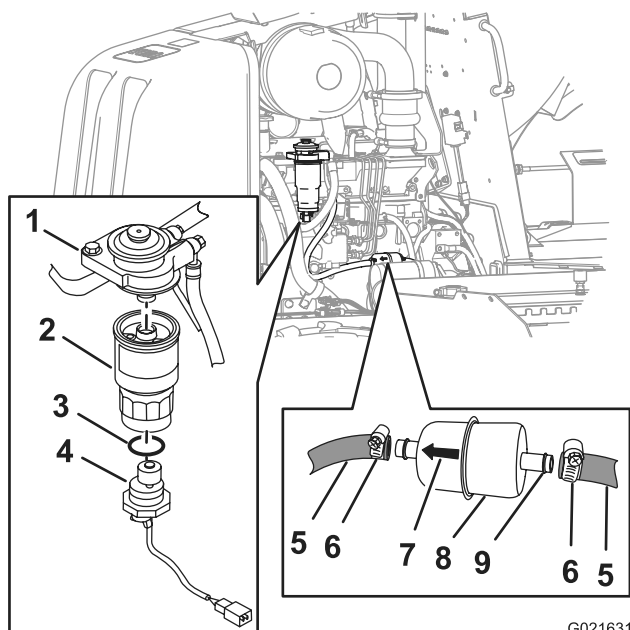

**Figure 130**
4. Desserrez les colliers et séparez le préfiltre des flexibles de carburant (Figure 130).
5. Alignez le préfiltre neuf sur les flexibles en dirigeant vers l'avant la flèche imprimée sur le filtre (Figure 130).
6. Enfilez les flexibles sur le raccord du préfiltre et serrez les colliers (Figure 130).
- C. Saisissez fermement l'élément filtrant secondaire et tournez le capteur d'eau dans le sens antihoraire, puis déposez le capteur d'eau (Figure 130).
- D. Saisissez fermement l'élément secondaire du filtre à carburant et tournez-le dans le sens antihoraire, puis déposez-le de l'adaptateur (Figure 130).
- B. Alignez l'élément secondaire neuf sur l'adaptateur (Figure 130).
- D. Alignez le joint torique neuf sur le capteur d'eau (Figure 130).
- E. Alignez le capteur d'eau au bas de l'élément secondaire (Figure 130).
- F. Saisissez fermement l'élément secondaire et tournez le capteur d'eau à la main dans le sens horaire jusqu'à ce qu'il soit serré (Figure 130).